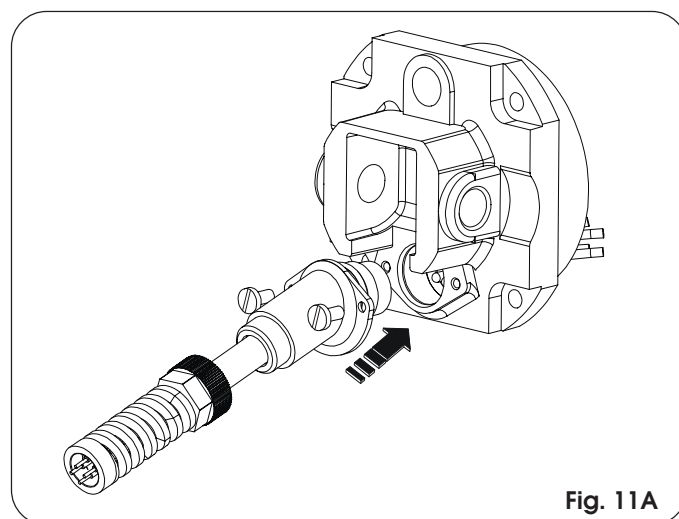

Fig. 11A
- Connecter le câble d'alimentation de l'opérateur (Fig. 11A).
- Visser les vis (Fig. 11A).